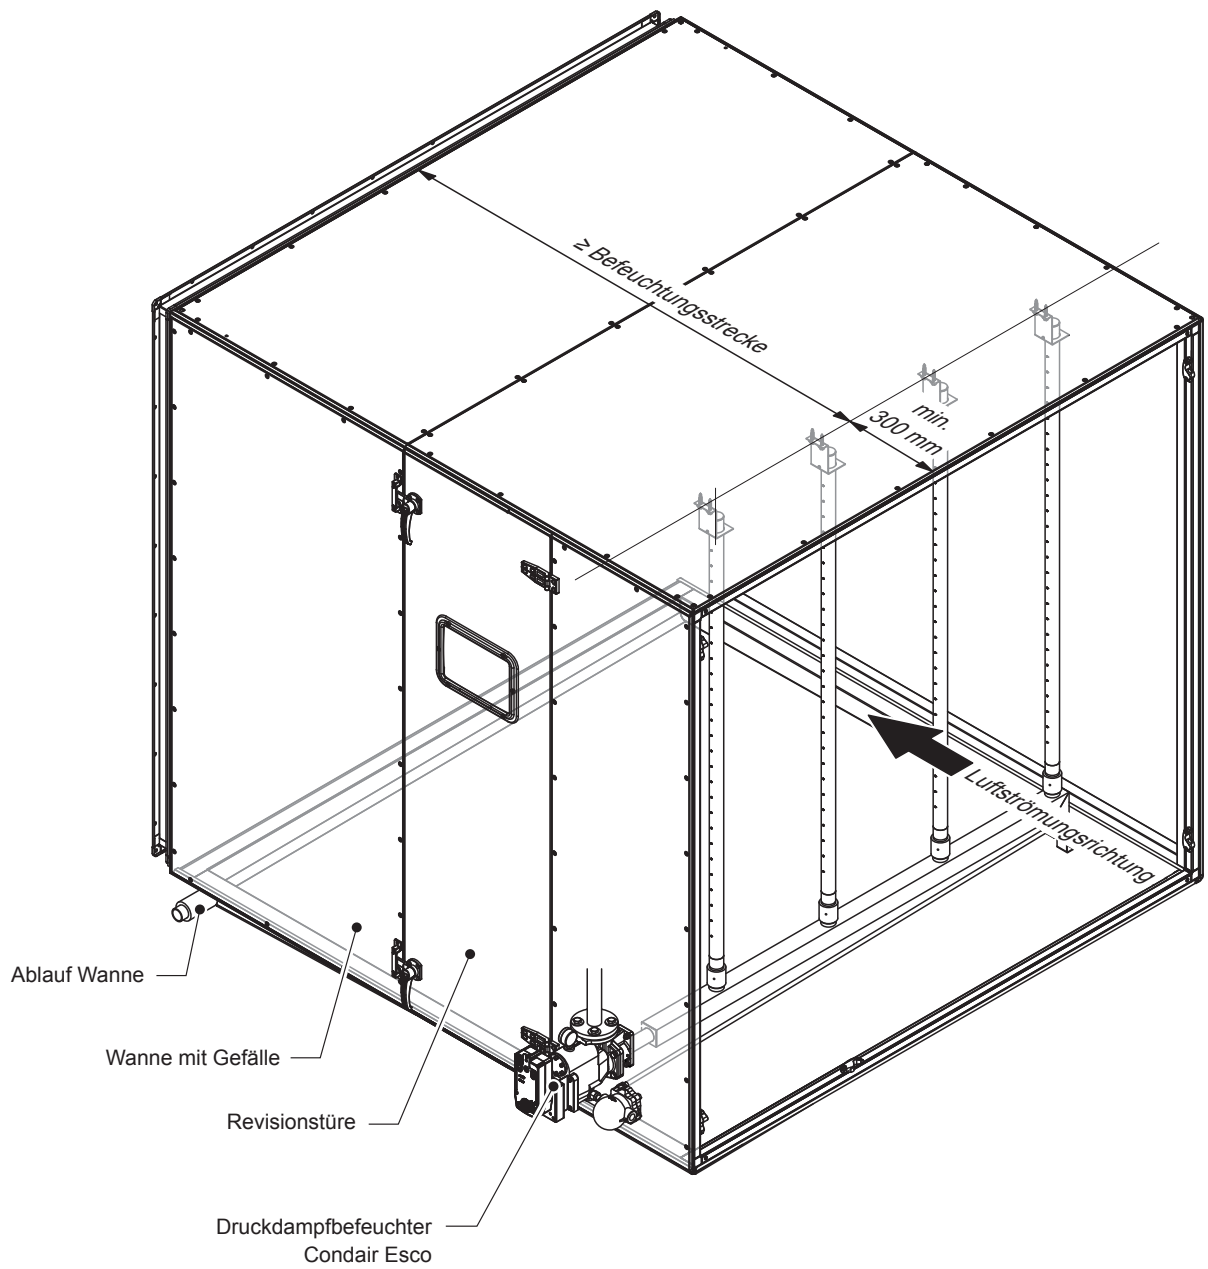

Abb. 28: Kanal/Lüftungsgesetz DR73 / Abstand zu vor- und nachgeschalteten Hindernissen
- Abstand zu vorgeschalteten Hindernissen beim DR73 mindestens 300 mm (siehe Abb. 28).